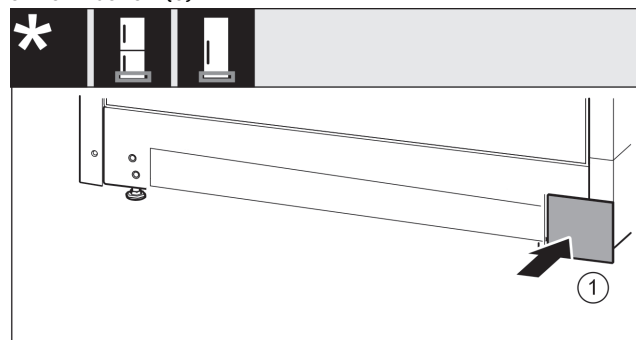

Fig. 37
- ▶ Sätt på täckplattan på den andra sidan igen. Fig. 37 (1)